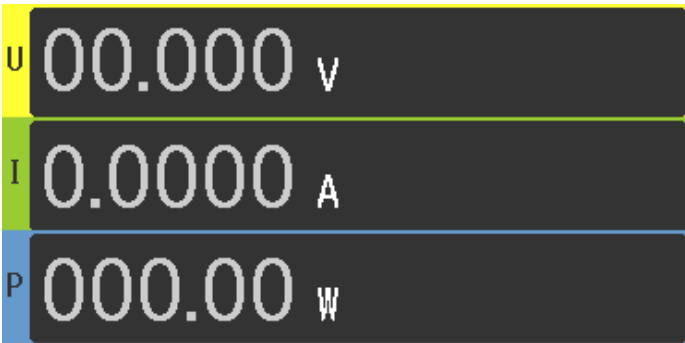

图 4-2
- U,I,P PPoff:如图 4-2 所示，显示电压、电流和功率值